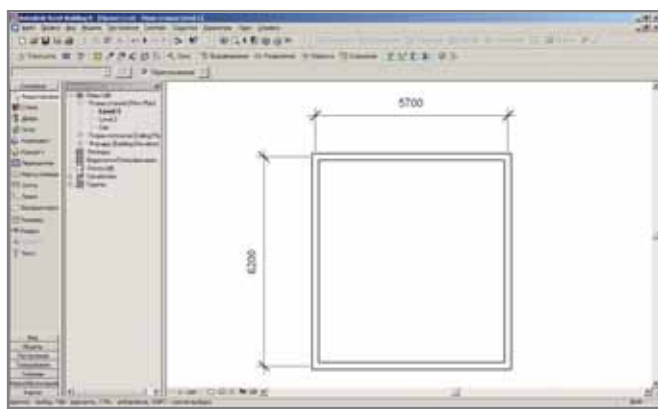

Рис. 1. Постройте замкнутый прямоугольник из стен
2. Выберите инструмент *Стена* (*Wall*) с закладки *Основные* (*Basics*) панели проектирования (*Design bar*), задайте высоту стен на панели настроек (*Options bar*), равную 4500 мм, и постройте четыре стены по размерам, указанным на рис. 1. При этом можно воспользоваться методом "Прямоугольник" для построения замкнутого контура.